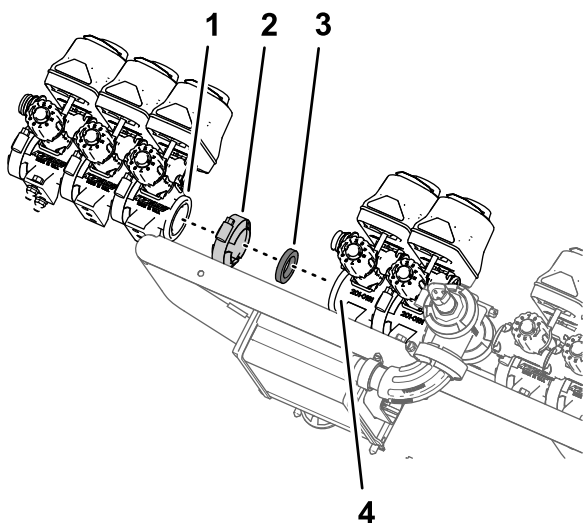

Figura 105
- Monte as três válvulas de secção (Figura 105) que removeu no passo 8 de Retiração das válvulas de secção da montagem do coletor (página 35) na flange da válvula 7 do conjunto de válvulas do pulverizador com a braçadeira de flange e junta que retirou no passo 4 de Retiração das válvulas de secção da montagem do coletor (página 35).